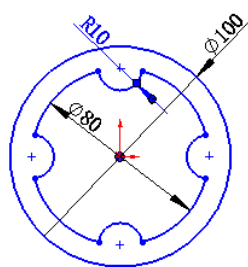

图 2.11.9 编辑块的尺寸约束
Step4. 编辑尺寸约束。将插入的块的尺寸约束修改为图 2.11.9 所示的尺寸。